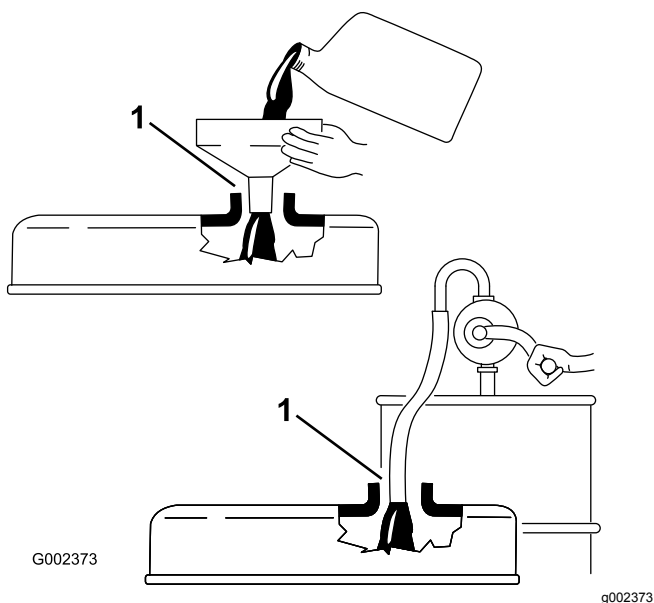

Рисунок 20
**Внимание:** Извлеките измерительный щуп при заполнении двигателя маслом. При добавлении или заправке моторного масла между устройством заливки масла и заливным отверстием **должен быть зазор**, как показано на Рисунок 20. Этот зазор необходим для обеспечения выхода воздуха при заливке, что предотвращает перелив масла в сапун.